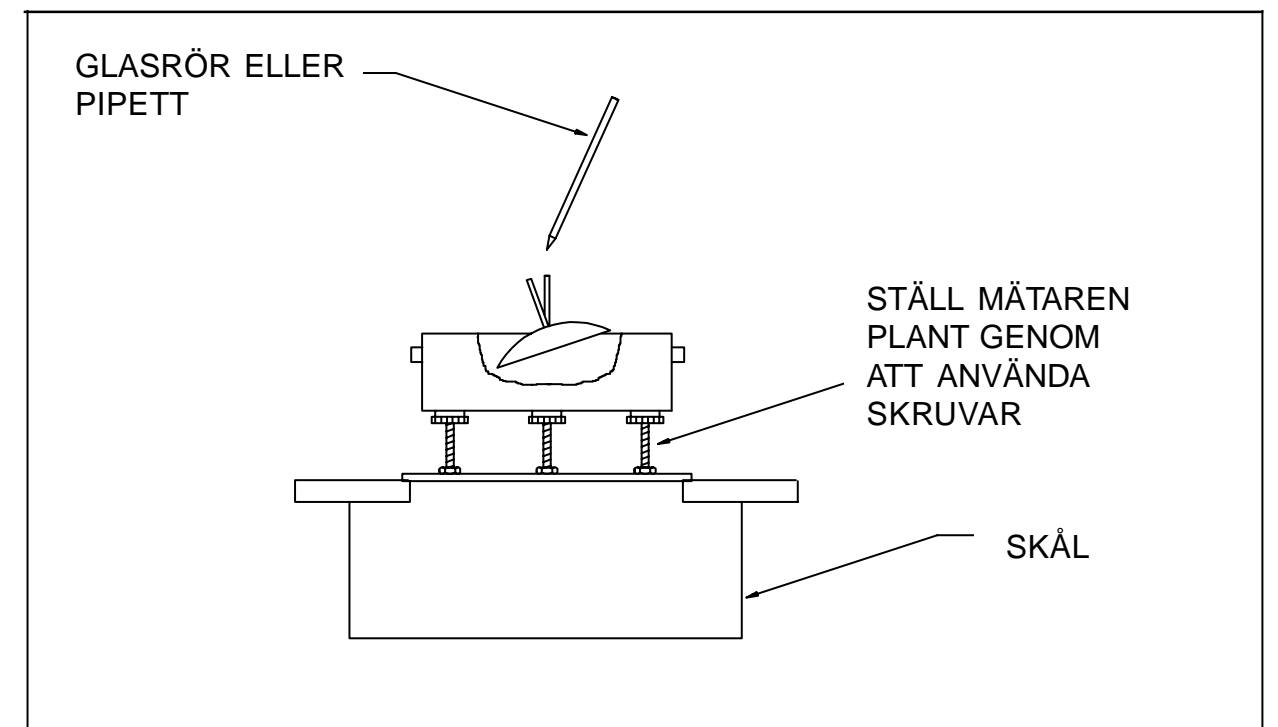

BILD 5 STATISK KALIBRERING
2. Installera mätaren över en skål som visas i bild 5 och se till att den står helt plant (basplattan WRG BP kan användas för detta).